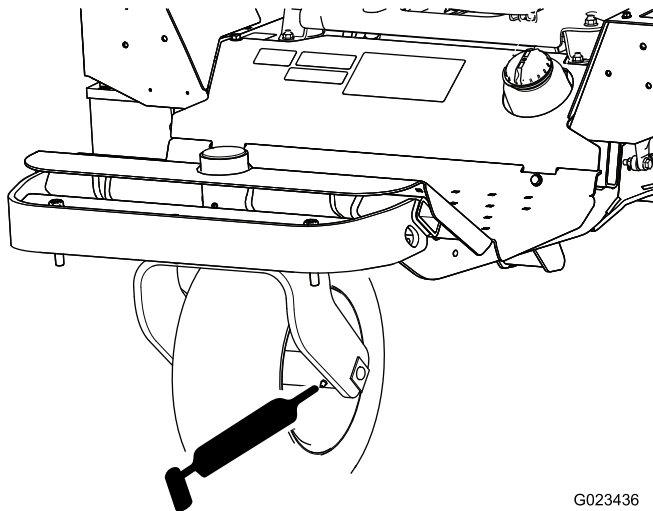

Figura 29
- Cojinete de la rueda delantera (1) – Figura 29